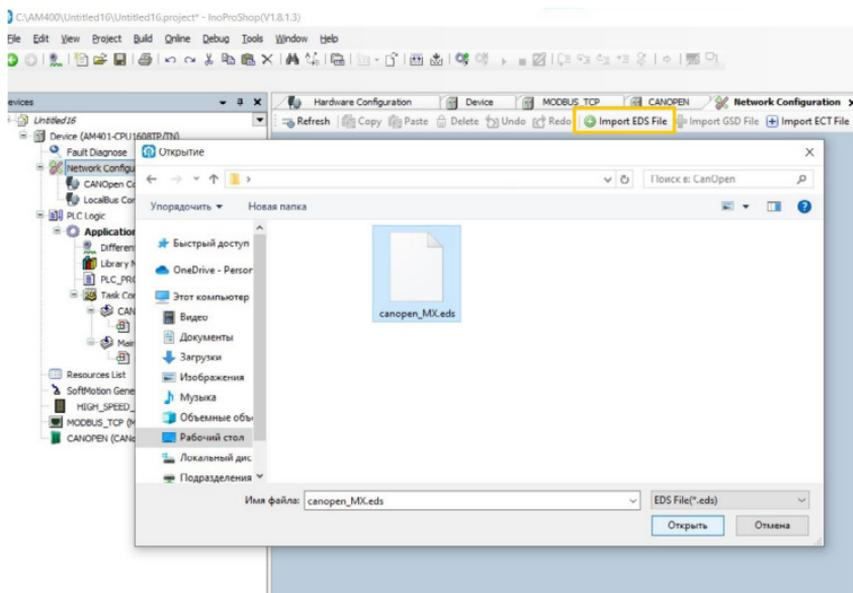

Рисунок 7.7 – Импорт EDS-файла
5) После этого в подменю «Network configuration» выберите вкладку «Import EDS file» (рис. 7.7).